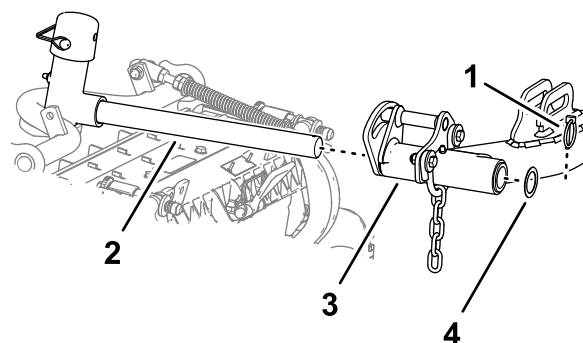

図 22
5. カッティングユニットを昇降アームの下に置く 図 22。